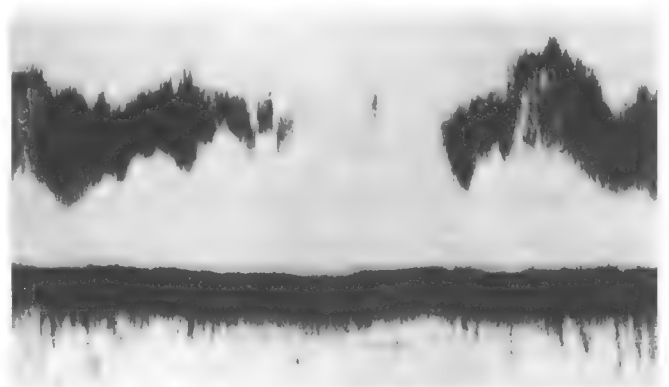

Bild 6. Fischschwärme in ca. 50 F (ca. 90 m) Wassertiefe, Bodenecho aus ca. 75 F (ca. 140 m) Tiefe
3.4.3 Die *Schreibanzeige* liefert ein Dokument, das den überfahrenen Meeresboden in Form einer waagrecht geschriebenen Tiefenkurve überhöht darstellt (Bild 6). Man kann oft aus der Dichte und Breite des Bodenechos auf die Art des Meeresbodens (Schlamm-schichten) schließen. Als Schreibpapier wird ein Funkenregistrierpapier (Teledeltos-